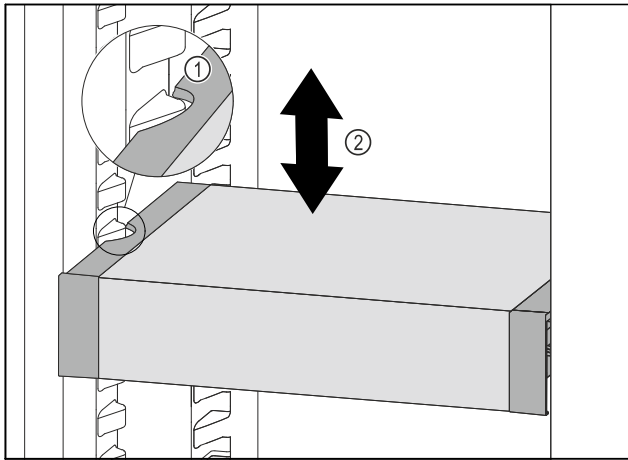

Fig. 98
- ▶ 向前移动 VarioSafe，直到 VarioSafe 两侧的凹槽与冷藏区中的容器肋梁持平。Fig. 98 (1)
- ▶ 在冷藏区中向上或向下移动 VarioSafe，直至所需高度。Fig. 98 (2)